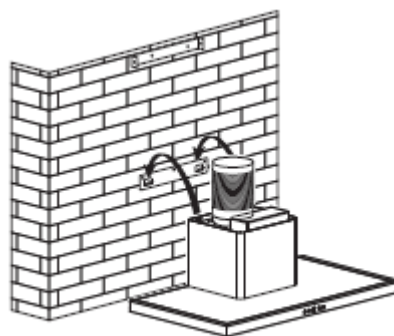

fig. 5
- Coloque e fixe o corpo do exaustor neste suporte com os parafusos previstos para esse fim (fig. 5).